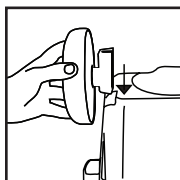

FIGURE 11
14. Faire glisser le carter d'essieu dans la rainure en queue d'aronde située à l'arrière de la cuve : le carter d'essieu est effilé et devrait glisser dans la rainure en queue d'aronde sans force excessive. **FIGURE 11.**